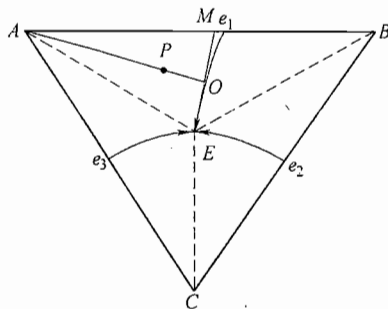

图 38-2 第五题第 1 小题解答图
(1) 以固态下互不固溶三元合金为例,如图 38-2 所示:
①首先作出浓度三角形 ABC ;
②选取空间图上各个特殊点: E 、 e_1 、 e_2 、 e_3 ,在成分三角形上作出投影;
③连接 e_1E 、 e_2E 、 e_3E 三条液相变温线,交点 E 则为三相共晶点;
④由此可确定出各个面的投影,即:液相面为 Ae_1Ee_3A 、 Be_1Ee_2B 、 Ce_2Ee_3C ;三相共晶开始面分别为 Ae_1A-BEe_1B , Ae_3A-CEe_3C , CEe_2C-BEe_2B , ABC 为四相平衡平面。